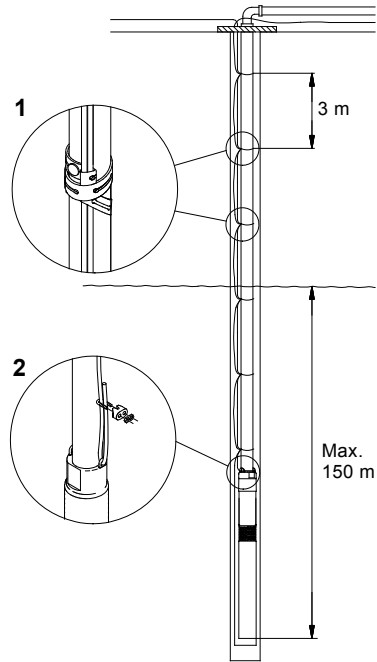

Abb. 11
Abb. 11 zeigt eine Pumpeninstallation mit Angabe von:
Kabelschellen müssen alle 3 m angebracht werden, siehe Abb. 11.
**Maximale** Einbautiefe unter dem ruhenden Wasser-spiegel: 150 m, siehe Abb. 11.
Es empfiehlt sich, die Pumpe mit Hilfe eines Stahl-seils zu sichern, siehe Abb. 11, Pos. 2.